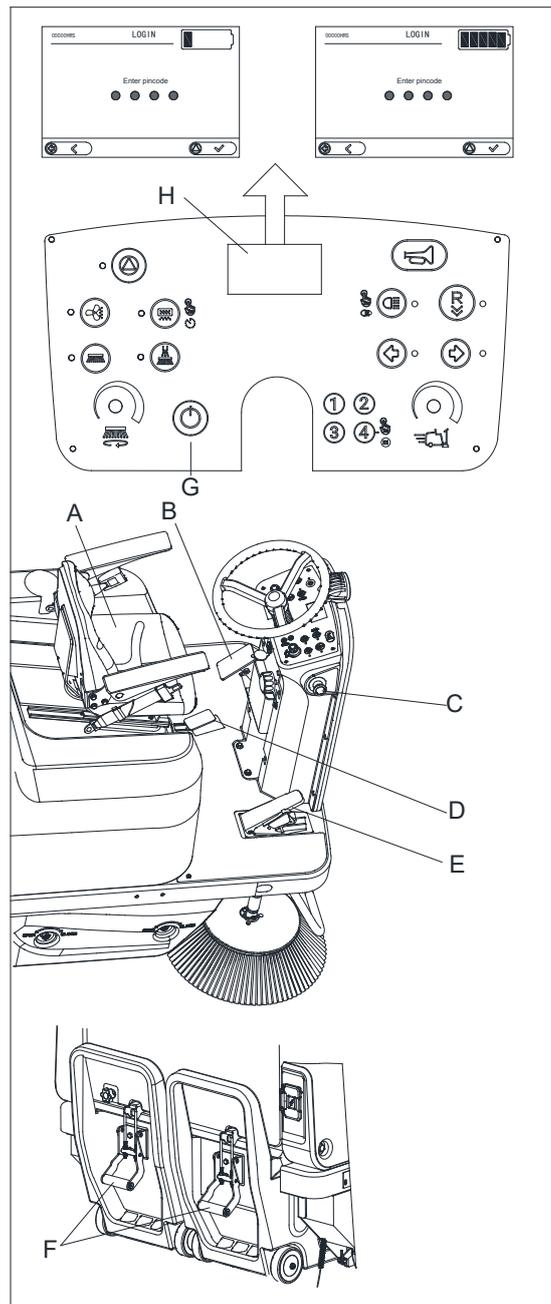

Figura 7
10. Sedersi sul sedile (A, Figura 7) e premere il pulsante di accensione (G, Figura 7) per avviare la macchina (vedere la seguente sezione della procedura operativa).
11. Controllare lo stato di carica delle batterie. Se l'LCD (H, Figura 7) mostra l'icona della batteria con 5 barre, significa che la batteria è completamente carica e che la macchina può essere utilizzata. Se l'LCD (H, Figura 7) mostra l'icona della batteria con non più di 1 barra, la batteria deve essere ricaricata. (Per la ricarica della batteria fare riferimento al capitolo Manutenzione.)
12. Controllare il freno (B, Figura 7). Il freno deve essere bloccato e facile da rilasciare (in caso di problemi, consultare il centro assistenza).
13. Controllare il regolare funzionamento del pedale del pannello anteriore (D, Figura 7).
14. Premere il pedale dell'acceleratore (E, Figura 7) per verificare se è possibile muovere in avanti o arrestare la macchina.
15. Per accertarsi della sicurezza della macchina, premendo l'interruttore dell'arresto di emergenza (C, Figura 7) la macchina si arresterà immediatamente. Ruotare l'interruttore dell'arresto di emergenza per ripristinarlo. Se si desidera continuare a utilizzare la macchina, è necessario riavviarla per uscire dalla modalità di arresto di emergenza.
17. Assicurarsi che il dispositivo di chiusura della tramoggia (F, Figura 7) sia chiuso saldamente.